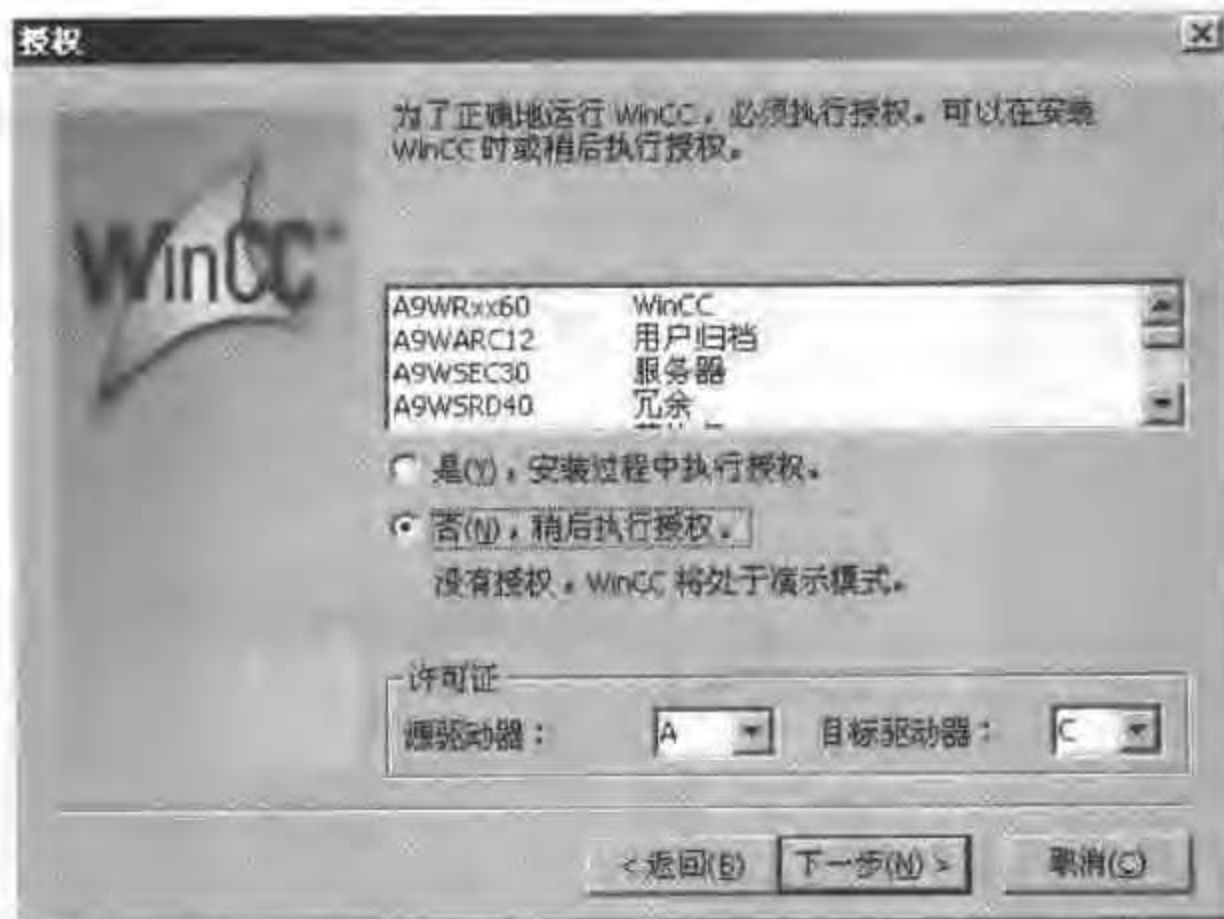

图 2-8 授权对话框
- 在“授权”对话框中出现刚刚选择安装的组件需要的授权种类。由于授权也可在安装完成后再进行，可选择“否，稍后执行授权”。如果没有授权，则 WinCC 只能运行在演示方式下，运行 1 h([小]时)后自动退出。单击“下一步”，如图 2-8 所示。